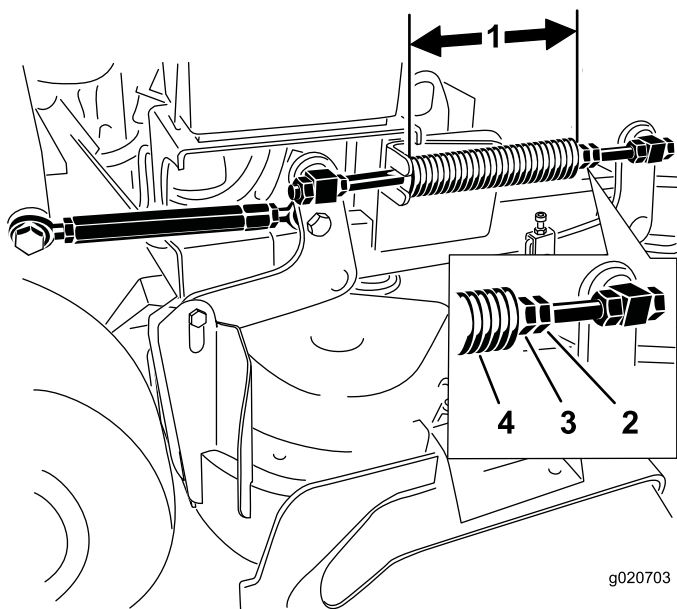

図 88
注 通常は、この長さが、36インチ91cmデッキでは28.2cm、40インチ102cmデッキでは25.7cmであることが必要である 図 88。
3. スプリングのジャムナットをゆるめ、各スプリングの前についているナットでこの距離を調整する 図 88。
4. スプリングのジャムナットを締めて調整ナットを固定する 図 88。